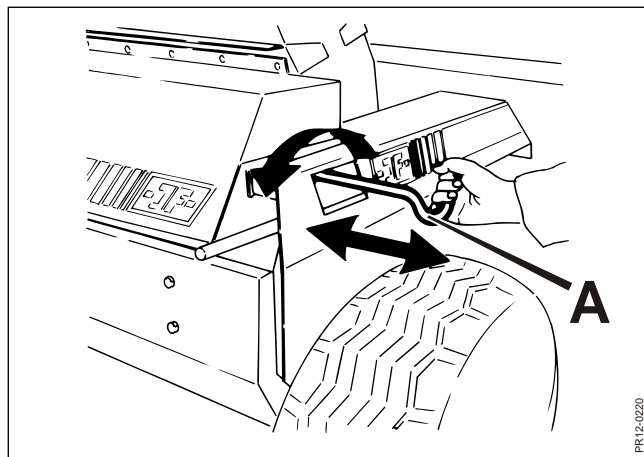

Fig. 4-19
- Fig. 4-19** 7. Grib fat i håndtaget **A** og giv forsigtig tilspænding ved at dreje på håndtaget til stenen netop rører knivene. Træk nu stenen i en langsom glidende bevægelse hen over hele rotoren og tilbage igen. Giv lidt mere tilspænding og gentag bevægelsen hen over hele rotorens bredde, således at knivene i hele rotorens bredde slibes.